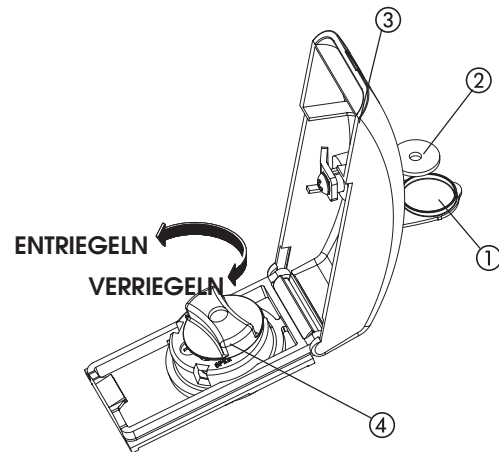

Abb. 16
- Die Schutzkappe anheben (Abb. 16, Bez. ①) und den entsprechenden, im Lieferumfang enthaltenen Schlüssel in das Schloss stecken (Abb. 16 Bez. ②).
- Die Abdeckung anheben (Abb. 16 Bez. ③).
- Den Entriegelungsgriff um etwa zwei Drehungen im Gegenuhrzeigersinn drehen (Abb. 16, Bez. ④).
- Zur Verriegelung des Antriebs den Entriegelungsgriff im Uhrzeigersinn bis zum Anschlag drehen (Abb. 16, Bez. ④).
- Die Abdeckung verschließen und den Schlüssel im Gegenuhrzeigersinn um 90° drehen (Abb. 16 Bez. ②).
- Den Schlüssel abziehen und die Schutzkappe verschließen (Abb. 16 Bez. ①).